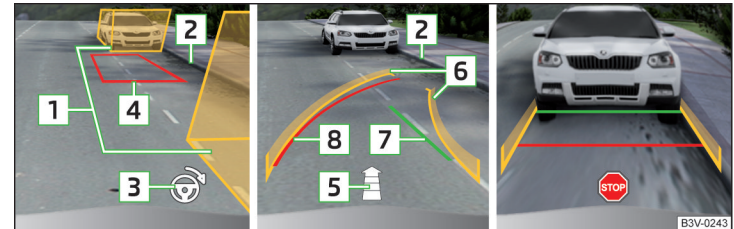

Abb. 170 Displayanzeige
- Das Fahrzeug so anhalten, dass sich kein Hindernis in der Lücke zwischen den Hilfsboxen **1** » Abb. 170 befindet und die hintere Box nicht über die seitliche Begrenzung der Parklücke **2** hinausreicht.